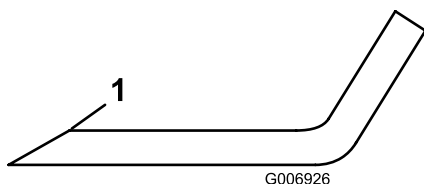

Figura 67
5. Inspeccione los filos de corte de todas las cuchillas. Afílelos si están romos o tienen mellas. Afile únicamente la parte superior del filo y mantenga el ángulo de corte original para asegurar un afilado correcto (Figura 67).
6. Si está roto o tiene desperfectos, afile únicamente el filo superior y mantenga el ángulo de corte original (Figura 67).